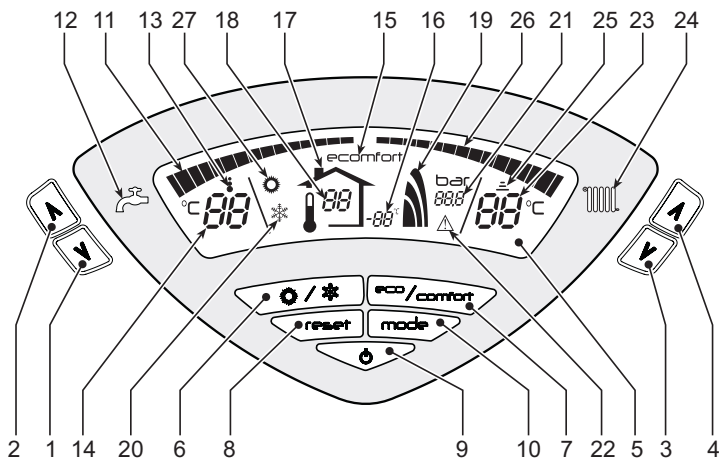

fig. 1 - Panoul de control
Cererea de încălzire (generată de Termostatul de cameră sau de Cronocomanda la distanță) este indicată de clipirea intermitentă a simbolului **Funcționare Încălzire** (det. 25 - fig. 1).
Liniile gradate pentru încălzire (det. 26 - fig. 1) se aprind pe măsură ce temperatura senzorului de încălzire atinge valoarea setată.
Cererea de apă caldă menajeră (generată de deschiderea robinetului de apă caldă menajeră) este indicată de clipirea intermitentă a simbolului **Funcționare Apă caldă menajeră** (det. 13 - fig. 1). Controlați să fie activă funcția Comfort (det. 15 - fig. 1)
Liniile gradate pentru apă caldă menajeră (det. 11 - fig. 1) se aprind pe măsură ce temperatura senzorului pentru apa caldă menajeră atinge valoarea setată.
Când încălzirea boilerului este activată (setarea implicită), pe afișaj e activ simbolul COMFORT (det. 15 - fig. 1), iar când este dezactivată, pe afișaj e activ simbolul ECO (det. 15 - fig. 1)
Boilerul poate fi dezactivat de către utilizator (modul ECO) apăsând pe tasta eco/comfort (det. 7 - fig. 1). Pentru a activa modul COMFORT apăsați din nou pe tasta **eco/comfort** (det. 7 - fig. 1).
Apăsați pe tasta **on/off** (det. 9 - fig. 1) timp de 1 secundă.
Când centrala este oprită, cartela electronică mai este încă alimentată cu energie electrică. Este dezactivată funcționarea circuitului de încălzire. Rămâne activ sistemul antiîngheț. Pentru a porni din nou centrala, apăsați din nou pe tasta **on/off** (det. 9 fig. 1) timp de 1 secundă.
- Apăsați pe tasta **ON/OFF** (9 - fig. 1)
Apăsați pe tasta **Vară/larnă** (det. 6 - fig. 1) timp de 1 secundă.
Pe afișaj se activează simbolul Vară (det. 27 - fig. 1): centrala va prepara numai apă caldă menajeră. Rămâne activ sistemul antiîngheț.
Pentru a dezactiva modul Vară, apăsați din nou pe tasta **Vară/larnă** (det. 6 - fig. 1) timp de 1 secundă.
Cu ajutorul **tastelor pentru încălzire** (det. 3 și 4- fig. 1) modificați temperatura de la un minim de 30 °C la un maxim de 80 °C.
Cu ajutorul **tastelor pentru apă caldă menajeră** (det. 1 și 2 - fig. 1) modificați temperatura de la un minim de 10 °C la un maxim de 65 °C.
Când e instalată sonda externă (opțional), pe afișajul panoului de comandă (det. 5 - fig. 1) se vede temperatura externă curentă detectată de sonda externă. Sistemul de reglare al centralei lucrează cu "Temperatură variabilă". În acest mod, temperatura din circuitul de încălzire este reglată în funcție de condițiile climatice externe, astfel încât să se garanteze un confort ridicat și economie de energie tot anul. În special, când crește temperatura externă se reduce temperatura din turul instalației, în funcție de o anumită "curbă de compensare".
Cu reglarea Temperatură Variabilă, temperatura setată cu ajutorul **tastelor pentru încălzire** (det. 3 și 4 - fig. 1) devine temperatura maximă din turul instalației. Se recomandă să se regleze la valoarea maximă pentru a permite sistemului să regleze total intervalul util de funcționare.
Apăsând o dată pe tasta **Mode** (det. 10 - fig. 1) apare curba de compensare curentă (fig. 11), care poate fi modificată cu ajutorul **tastelor apă caldă menajeră** (det. 1 și 2 - fig. 1).